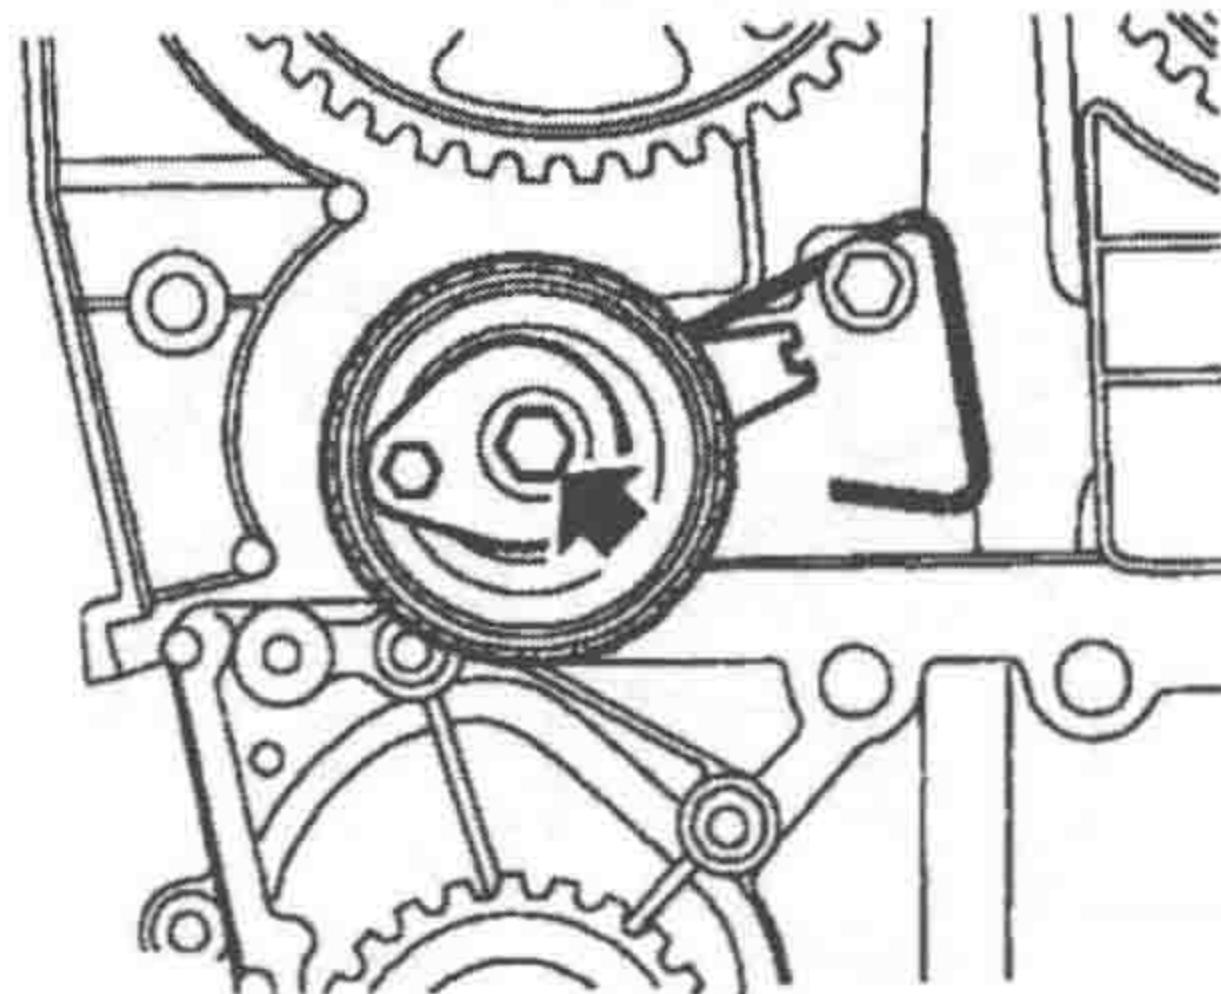

图 1-1-9 安装正时皮带张紧器
- ④ 装上带张紧轮的正时皮带张紧器，固定在 9 点钟位置，拧紧新的夹紧螺栓，直到刚好能移动张紧轮杆，如图 1-1-9 所示。